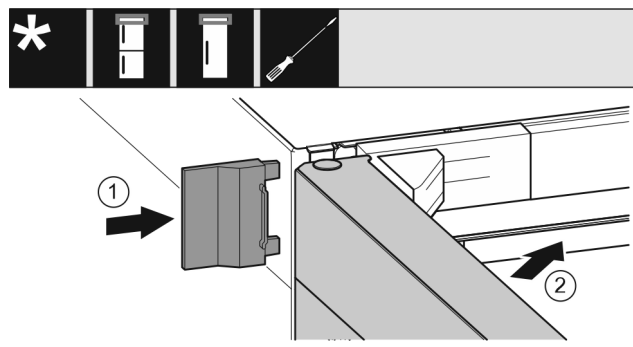

Fig. 25
- ▶ Nasuňte vonkajší kryt Fig. 25 (1).
- ▶ Zatvorte horné dvere Fig. 25 (2).